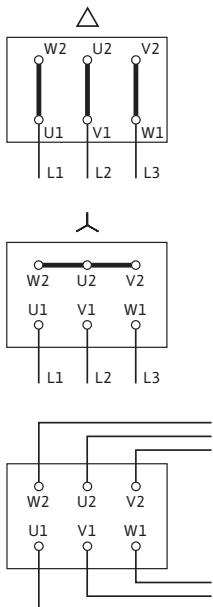

Fig. 11: Nettikobling
- Koblingsskjemaet for elektrisk tilkobling befinner seg i koblingsbok-sens deksel (se også fig. 11).
- Nettikoblingen til klemmebrettet er avhengig av motorytelsen P_2 , nettspenningen og innkoblingstypen. Den nødvendig koblingen til forbindelsesbroene i koblingsboksen finner du i påfølgende tabell og fig. 11.